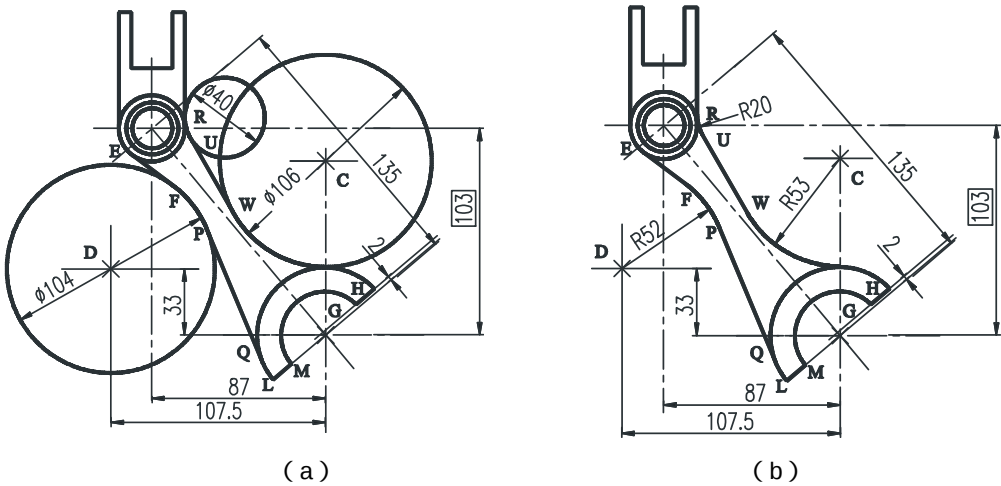

图 6-2-4
STEP 01 先作连接圆弧 R52 及 R53 ,然后分别用直线连接工作部分与支承部分 ,如图 6-2-4 (a) 所示。然后用断开命令 Break 去掉多余的线 ,如图 6-2-4 (b) 所示。
// 效果如图 6-2-4 (a) 所示
// 捕捉交点 P，如图 6-2-4 (b) 所示
// 捕捉交点 W，如图 6-2-4 (b) 所示
指定第二个打断点: // 捕捉交点 R，如图 6-2-4 (b) 所示